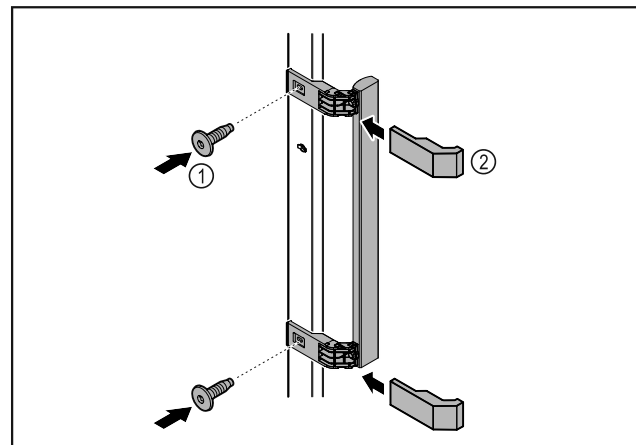

Fig. 6
- ▶ Ручку з комплекту додаткового обладнання з доданими гвинтами Fig. 6 (1) розмістити на дверях.
- ▶ Встановити кришку Fig. 6 (2).